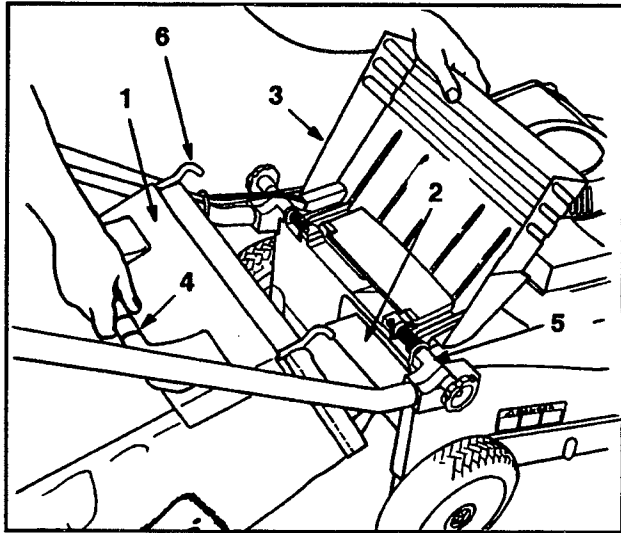

Figure 4
1. Soulever le volet de l'éjection, glisser le rail attaché au sac dans l'ouverture d'éjection et accrocher le cadre du sac sur la portion arrondie des supports de montage (fig. 4).